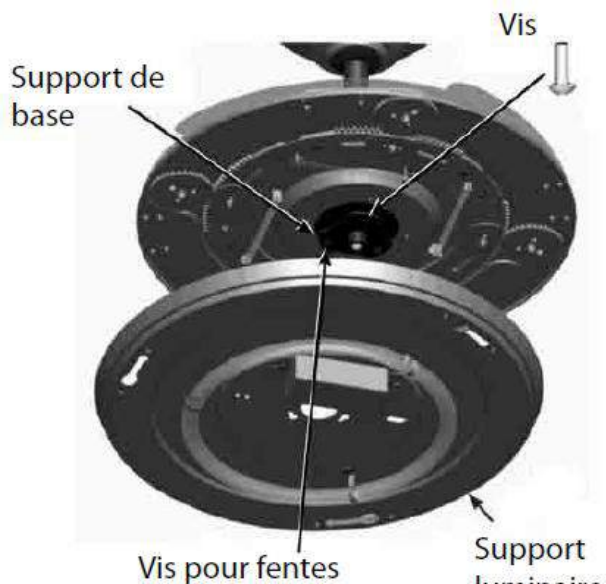

Figure 5
- 1) Desserrez la vis (1-Figure 5) du support de base. Alignez deux vis pour fentes avec les trous oblongs dans le support de luminaire.